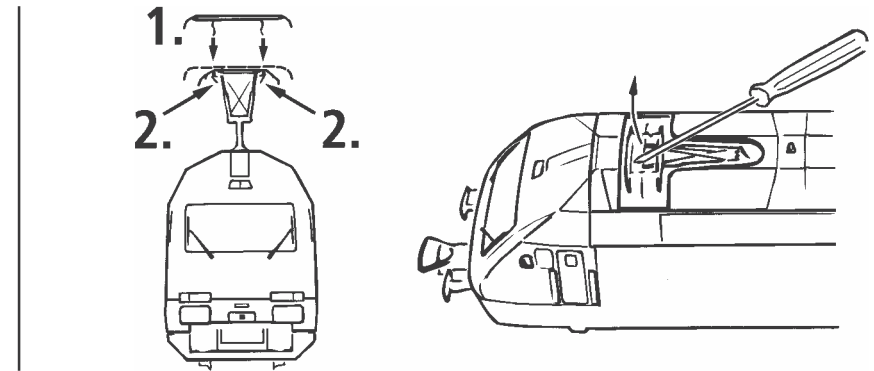
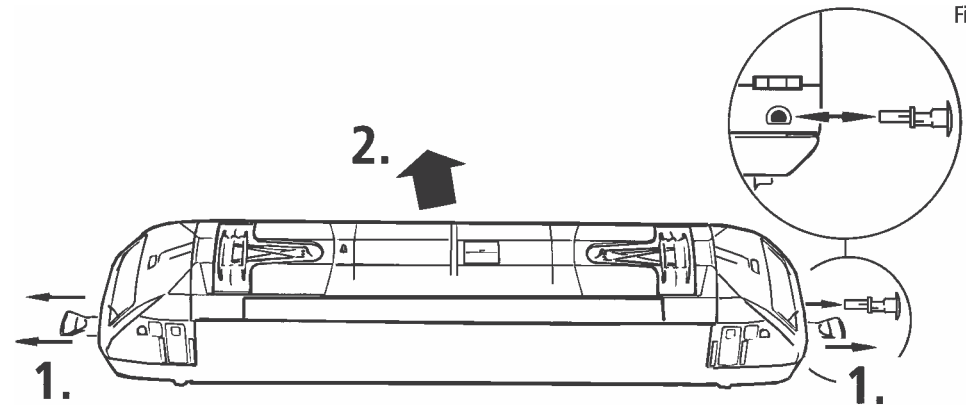

Fig. 3
Fig. 4
Mehrzugbetrieb: Zuerst Lokgehäuse abnehmen (Fig. 3). Danach den Brückenstecker aus der Schnittstelle entfernen (diesen sorgsam aufbewahren). Danach den Stecker des Steuerbausteins lagerichtig einsetzen (siehe Fig. 4).
2. Schmierung: Versehen Sie die im Schmierplan in Fig. 8 gekennzeichneten Stellen mit nur **kleinen Öltropfen**. Dazu zuerst das Lokgehäuse abnehmen (Fig. 3). Wir empfehlen den ROCO **Öler Art.-Nr. 10906**. Fürs Schmieren der Getriebeteile (Zahnräder, Schnecke) empfehlen wir das **ROCO-Spezialfett Art.-Nr. 10905**. Im Falle der Schmierung diese Teile **nicht ölen**.
4. Kohlebürstenwechsel: Lokgehäuse abnehmen (Fig. 3). Danach wird der Motor ausgebaut und die Kohlebürsten ausgewechselt (Fig. 7).
Remove the jumper from the interface. Finally put the plug of the chip into the interface as shown in fig. 4.
2. Lubrication: Apply **tiny oil drops** to spots marked in fig. 8. Prior to lubrication dismantle locomotive (fig. 3). We recommend using item no. **10906, ROCO oiler**. For lubrication the gearparts (e.g. cogwheels, worm) we would recommend our ROCO **special grease** (item no. **10905**).
4. Carbon Brush Changing: First remove loco body (fig. 3), and then the motor (fig. 7).
Drift av flere tog: Fjern bropluggen fra grensesnittet (ta godt vare på). Sett til slutt inn pluggen for kontrollenheten i riktig posisjon (fig. 4).
1. Renhold av hjulstrømkontaktene: Hjulstrømkontakter kan lett bli tilsmusset på urene skinner. Fjern smuss fra punktene som er avmerket i fig. 9 forsiktig med en liten pensel. Fjern først lokomotivhuset for å gjøre dette (fig. 3).
2. Smøring: Tilsett kun små oljedråper til punktene som er avmerket i fig. 8. Fjern først lokomotivhuset for å gjøre dette (fig. 3). Vi anbefaler Roco olje art.nr. 10906. For å smøre gridelene (tannhjul, skruedrev) anbefaler vi Roco spesialfett art.nr. 10905. Ikke smør disse delene med olje.
4. Bytte kullbørste: Ta av lokomotivhuset (fig. 3). Deretter tas motoren ut og kullbørsten skiftes ut (fig. 7).
voir } Fig.3
se see } Fig. 3 !